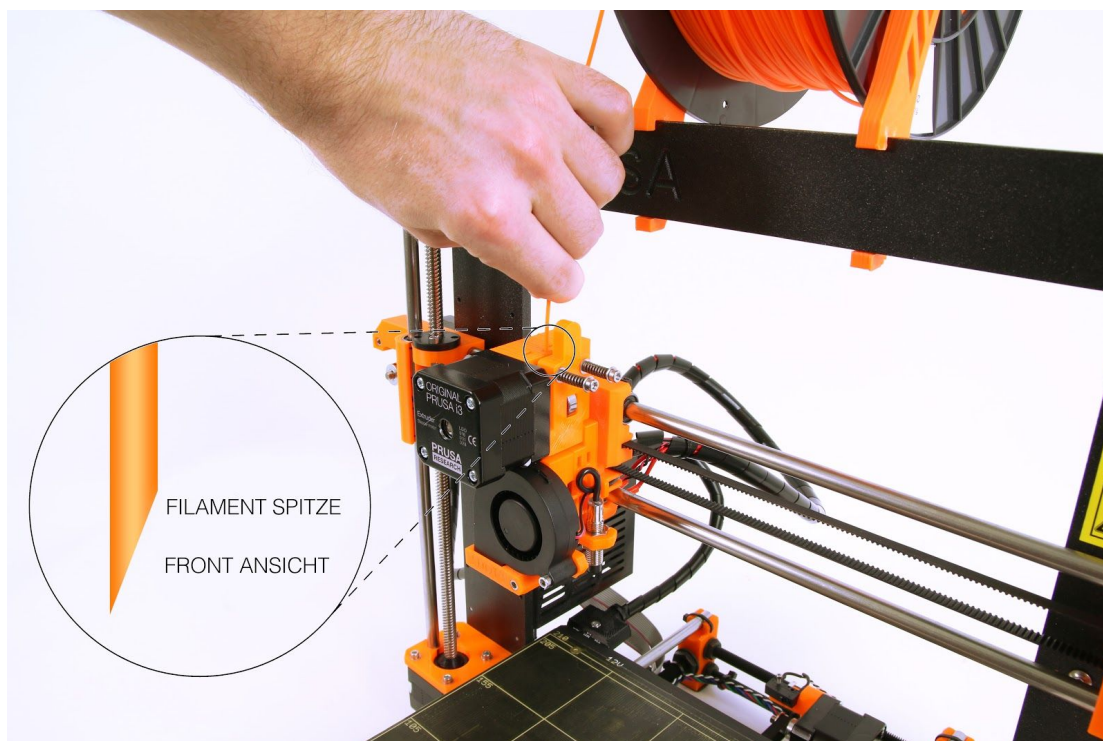

Bild 7 - Einlegen des Filaments in den Extruder
- Wenn die Temperatur erreicht ist, drücken Sie den LCD-Knopf auf dem LCD-Feld, um das Hauptmenü aufzurufen. Legen Sie das Filament in den Extruder ein, wählen Sie die Option **Filament laden** im Menü und drücken Sie die Taste zum Bestätigen. Das Filament wird dann vom Extruder-Schrittmotor automatisch in den Extruder eingezogen. Schneiden Sie den oberen Teil des Filaments wie im Bild unten gezeigt (Bild 7 - Detail).